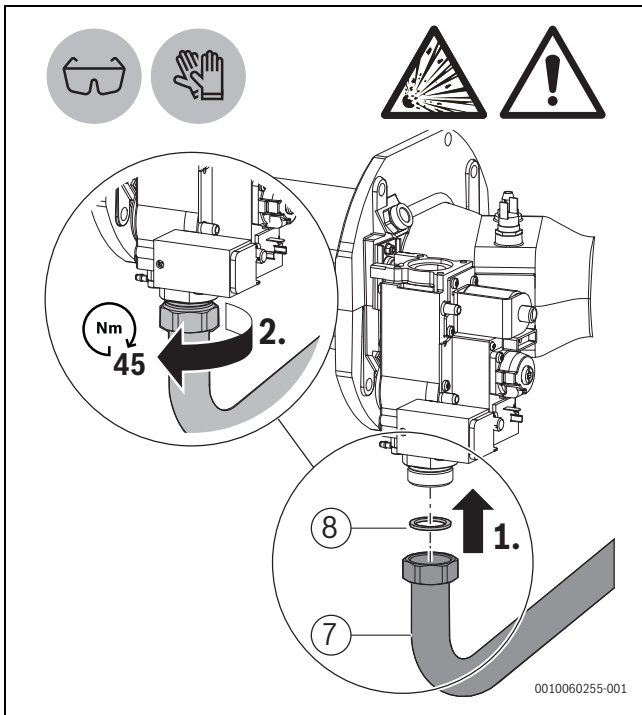

Fig. 8 Montage af DN 16-gasrøret i gasarmaturet
- ▶ Monter en pakning på gasarmaturet (→fig. 8, [1]).
- ▶ Forbind den bøjede ende af DN 16-gasrøret på gasarmaturet, og fastgør den ved at spænde omløbermøtrikken til 45 Nm (→fig. 8, [2]).